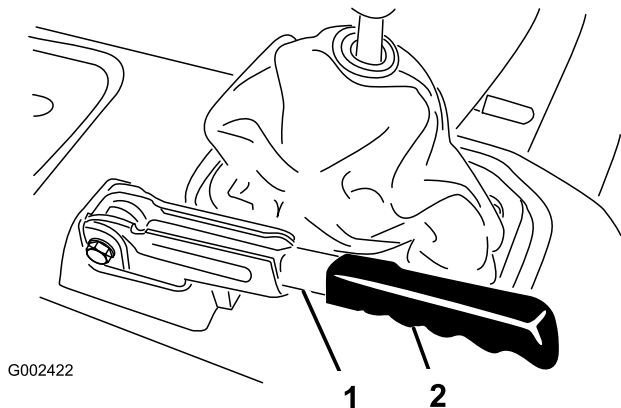

Figura 63
1. Retire a pega de borracha da alavanca do travão de estacionamento (Figura 63).